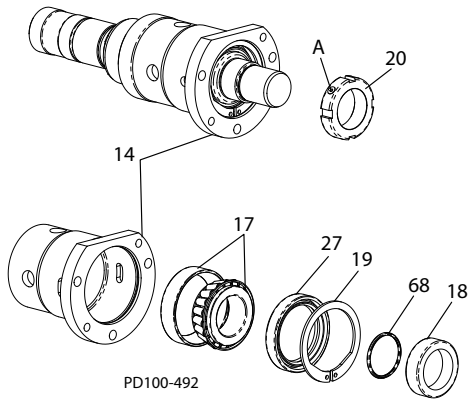

Abb. 42- Lager entfernen
1. Lösen Sie die Stellschraube(n) (Abb. 42, Einzelheit A) in den Lagereinstellmuttern (Pos. 20) und drehen Sie die Lagereinstellmuttern ab.